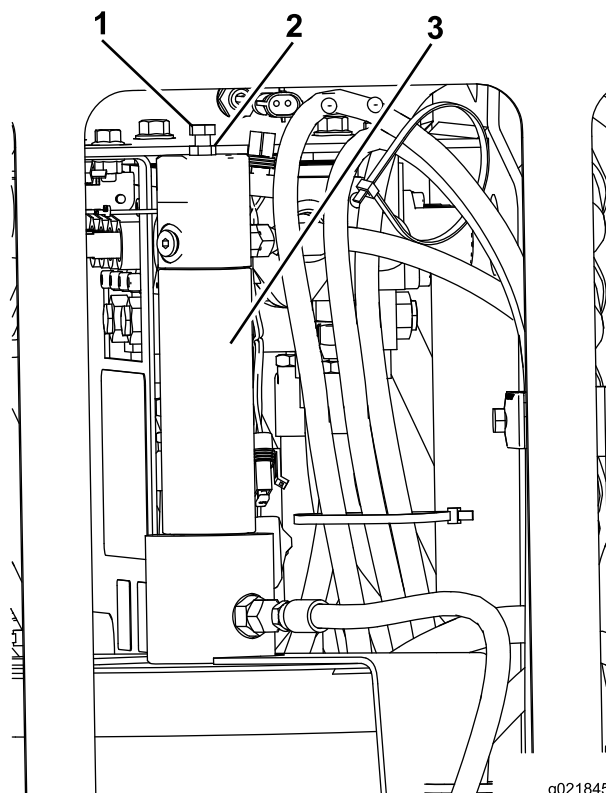

Figure 92
1. Desserrez l'écrou de blocage sur le boulon de réglage situé au sommet du piston de l'applicateur (Figure 92).